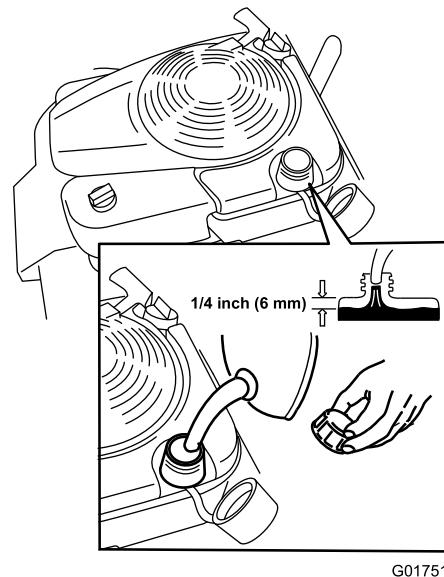

Bild 11
- Reinigen Sie den Bereich um den Tankdeckel und nehmen den Deckel ab (Bild 11).